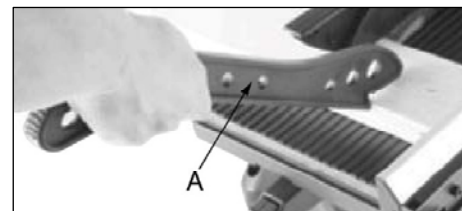

Рисунок 12.
*При работе в режиме циркулярной пилы, обязательно должен использоваться толкатель **A** (рис. 12).*